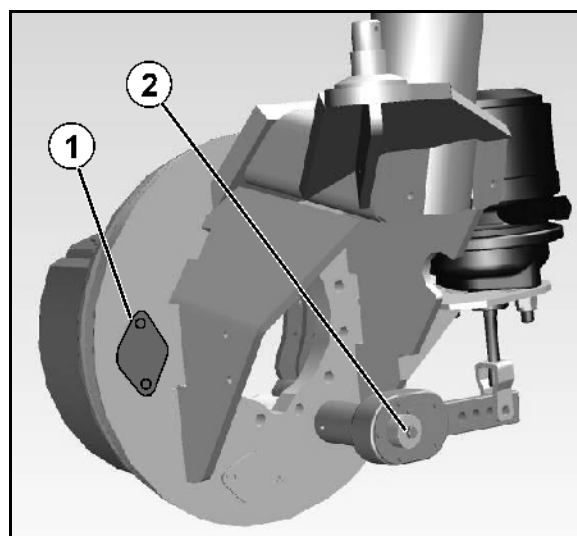

Рис. 159
В тормозном щите тормозного барабана находится отверстие (Рис. 159/1) для контроля износа тормозных накладок.
2. Полностью ввинтите винт (Рис. 159/2) и отверните его на ¼ оборота.